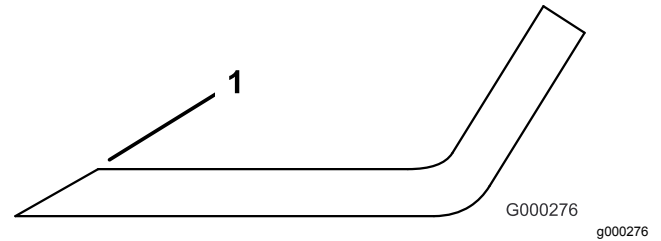

Figure 103
1. Au moyen d'une lime, aiguiser les tranchants à chaque bout de la lame (Figure 103).